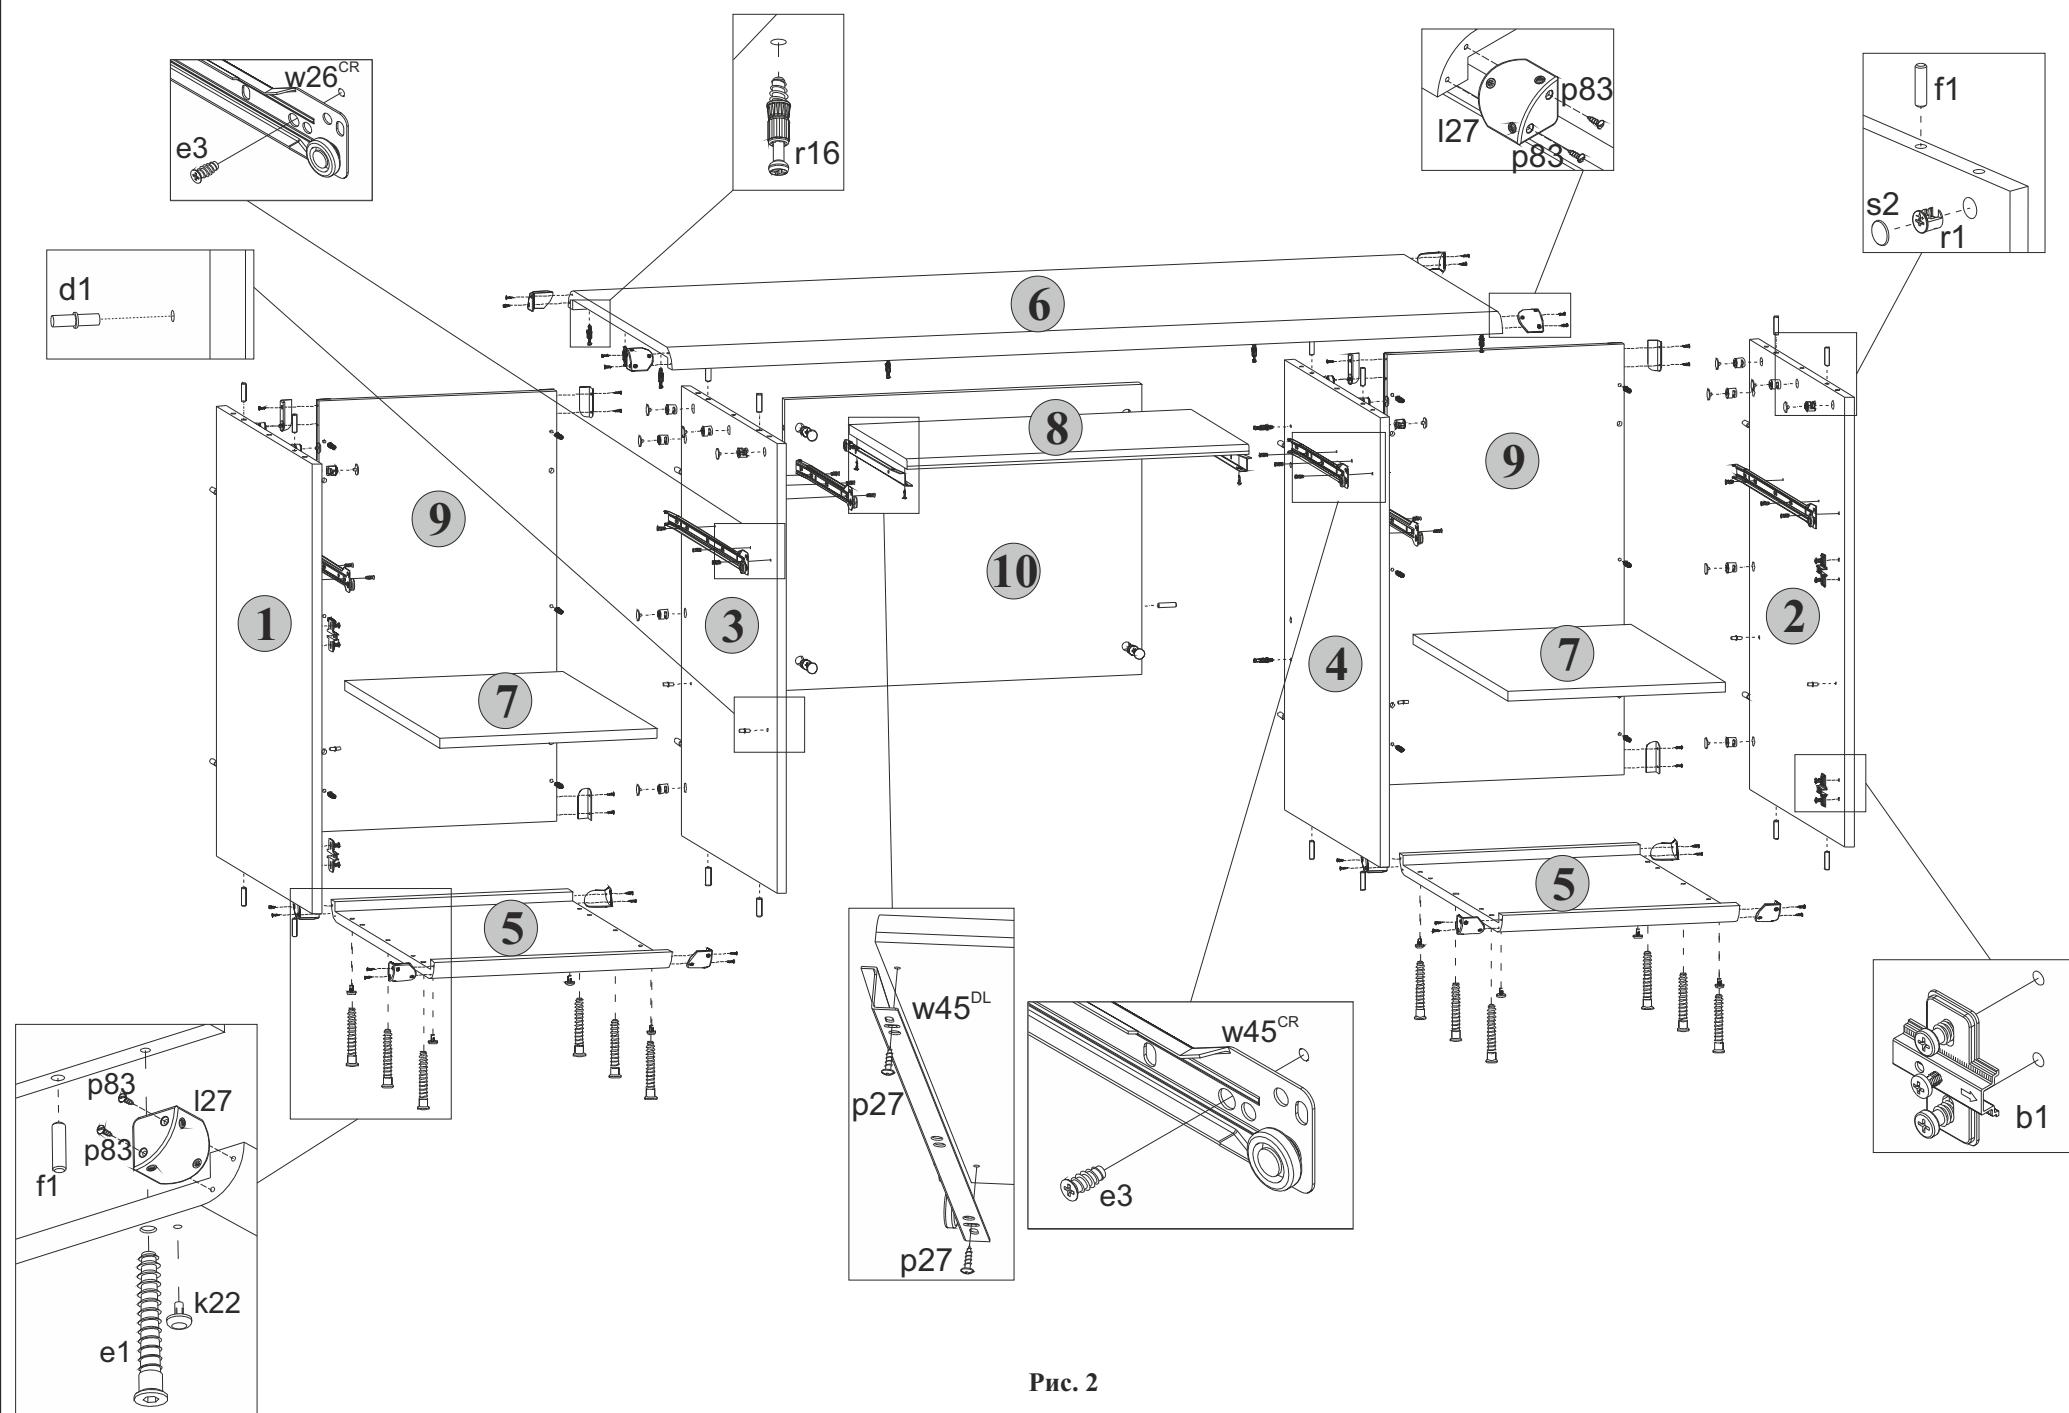

Рис. 2
- 5.35 К полке выкатной **8** шурупами **p27** закрепить направляющие **w45DL** и **w45DR**, как показано на **рис. 2**.
5.5 В отверстия диаметром **5 мм** у фасадных кромок на правой поверхности стенки боковой **1** и на левой поверхности стенки боковой **2**, закрепить направляющие петель **b1**, пользуясь крестообразной отверткой (**см.рис. 2**).
5.6 В отверстия диаметром **5 мм** на правой поверхности стенки боковой **1**, на левой поверхности стенки боковой **2**, на левой поверхности стенки средней **3** и на правой поверхности стенки средней **4** вставить полодержатели **d1** (**см.рис. 2**).
5.7 В отверстия диаметром **5 мм** на передних поверхностях деталей **9**, на нижней поверхности щита верхнего **6**, на правой поверхности стенки средней **3** у задней кромки и на левой поверхности стенки средней **4** у задней кромки вкрутить винты стяжки **r16**, пользуясь крестообразной отверткой (**см.рис. 2**).
5.8 На правой поверхности стенки боковой **1**, на левой поверхности стенки средней **3**, на правой поверхности стенки средней **4**, на левой поверхности стенки боковой **2** и на передней поверхности щита **10** в отверстия диаметром **15 мм** вставить стяжки эксцентриковые **r1** (**см.рис. 2**).
5.9 В отверстия диаметром **4,5 мм** на нижних поверхностях щитов нижних **5** вставить опоры полимерные **k22** (подплатники) (**см.рис. 2**).
5.11 К деталям **1** и **3** присоединить щит нижний **5** и стянуть еврошурупами **e1**, пользуясь специальным ключом **z1** из комплекта фурнитуры (**см.рис. 2**).
5.14 К правой поверхности стенки средней **3** присоединить щит **10** и затянуть стяжки эксцентриковые **r1**, пользуясь специальным ключом **z1** из комплекта фурнитуры. Стяжки эксцентриковые закрыть заглушками **s2** (**см.рис. 2**).
5.16 К деталям **2** и **4** присоединить щит нижний **5** и стянуть еврошурупами **e1**, пользуясь специальным ключом **z1** из комплекта фурнитуры (**см.рис. 2**).
5.19 К левой поверхности стенки средней **4** присоединить щит **10** и затянуть стяжки эксцентриковые **r1**, пользуясь специальным ключом **z1** из комплекта фурнитуры. Стяжки эксцентриковые закрыть заглушками **s2** (**см.рис. 2**).
5.20 К стенкам боковым **1** и **2**, а также к стенкам средним **3** и **4** присоединить щит верхний **6** и затянуть стяжки эксцентриковые **r1**, пользуясь специальным ключом **z1** из комплекта фурнитуры. Стяжки эксцентриковые закрыть заглушками **s2** (**см.рис. 2**).
5.2 В отверстия диаметром **8 мм** на задних, верхних и нижних кромках стенок боковых **1** и **2**, на задних, верхних и нижних кромках стенок средних **3** и **4**, на боковых кромках щита **10** вбить деревянные шканты **f1** (**см.рис. 2**).